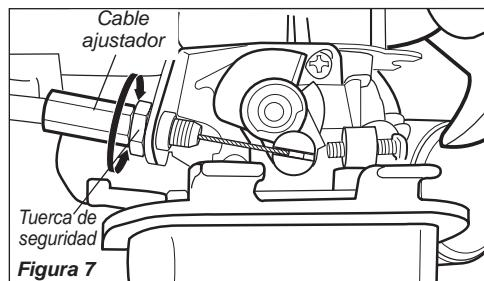

Figura 7
2. Afloje la tuerca de seguridad en el cable ajustador. Consulte la figura 7.
3. Gire el cable ajustador hacia dentro o fuera como sea requerido para obtener la holgura apropiada 3/16-1/4 pulgadas (4.6 mm). Consulte la figura 7.